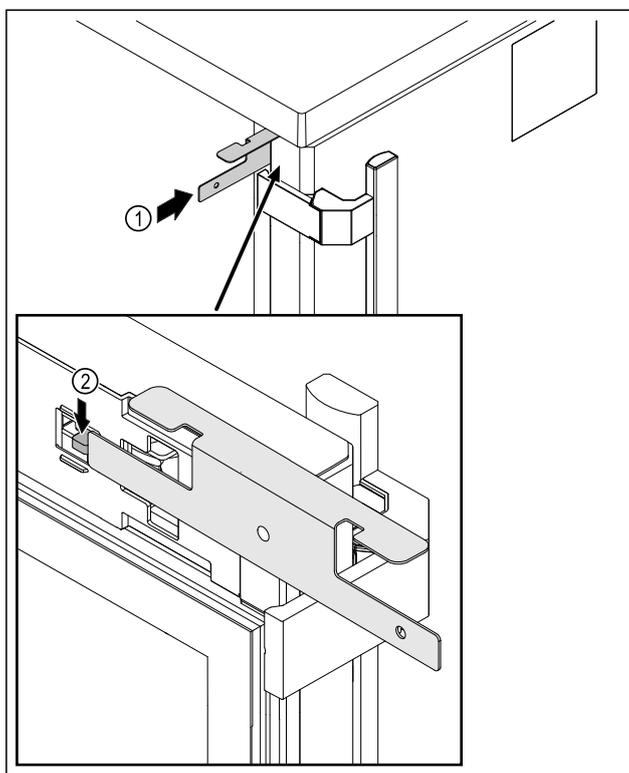

Fig. 218
- Insérer la clé de déverrouillage d'urgence Fig. 218 (1) entre la porte et le corps de l'appareil.
- Pousser le crochet du verrou Fig. 218 (2) vers la charnière.